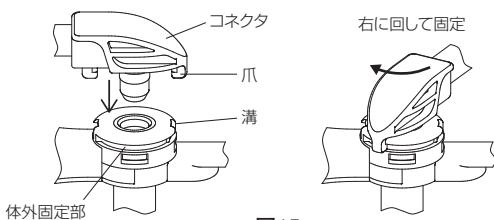

図15
3. 接続チューブのコネクタの爪を、ボタンの体外固定部の溝に合わせて挿入した後、右にカチッと手応えを感じるまで回転して接続する。(図15)